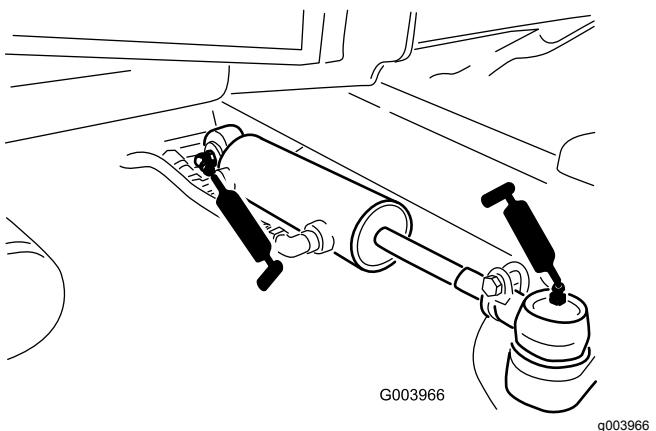

Figura 70
- Rótulas del cilindro de dirección (2) (Figura 70)